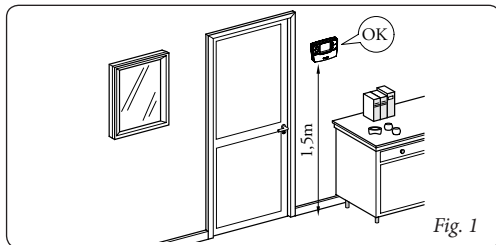

Fig. 1
- 1) Separare la ditta di fissaggio dal corpo del CRONO 7 facendo leva con un cacciavite nell'apposito incasso (Fig. 3). Installare il CRONO 7 lontano da fonti di calore e in posizioni idonee a rilevare correttamente la temperatura ambiente (Fig. 1 e 2).